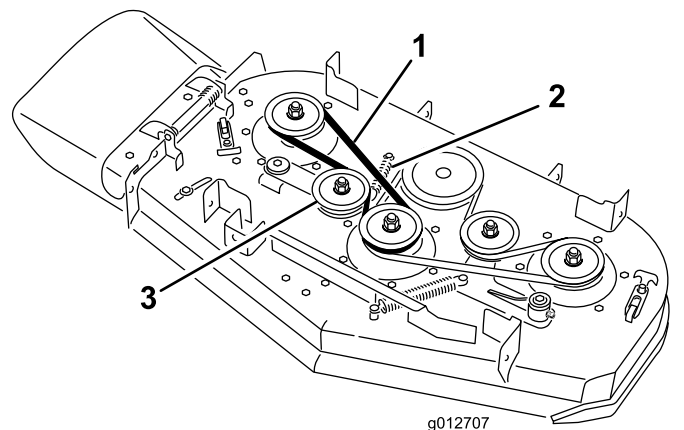

Bild 64
5. Entfernen Sie den rechten Mähwerkriemen (**Bild 64**).
7. Bauen Sie den vorher entfernten oder einen neuen Mähwerkriemen um die rechten Riemenscheiben des Mähwerks und die Spannscheibe ein (**Bild 64**).